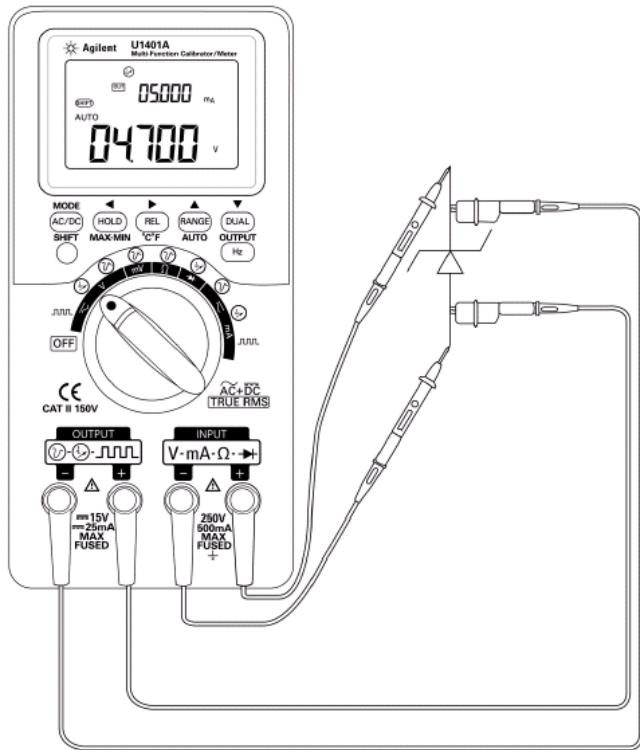

Рис. 5-5 Проверка стабилитрона
2. Присоедините красный провод с зажимом типа "крокодил" к выходному гнезду "+" и к положительному выводу (аноду) стабилитрона, как показано на рис. 5-5.